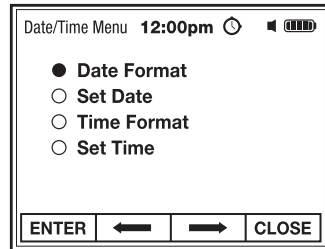

Fig. 25
1. Desde el Menú de Fecha/Hora, seleccione e INGRESE Ajustar la Hora (Fig. 25).
1. Desde el Menú de Fecha/Hora, seleccione e INGESE Ajustar la Fecha (Fig. 25).
1. Desde el Menú de Fecha/Hora, seleccione e INGRESE Formato de la Hora (Fig. 25).
2. Utilice los botones de función para seleccionar e INGRESAR la fecha o la hora deseada de ajuste (Fig. 25).
1. Desde el Menú de Fecha/Hora, seleccione e INGRESE el Formato de la Fecha (Fig. 25).